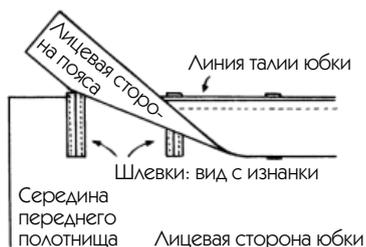

Рис. 344
ВЫПОЛНЕНИЕ (РИС. 344 И 345)
1. Расположите шлевки на предусмотренных местах на лицевой стороне по линии талии, как показано на рис. 344. Приколите булавками.
2. Накройте сверху поясом лицом к лицу и проложите строчку (рис. 344).